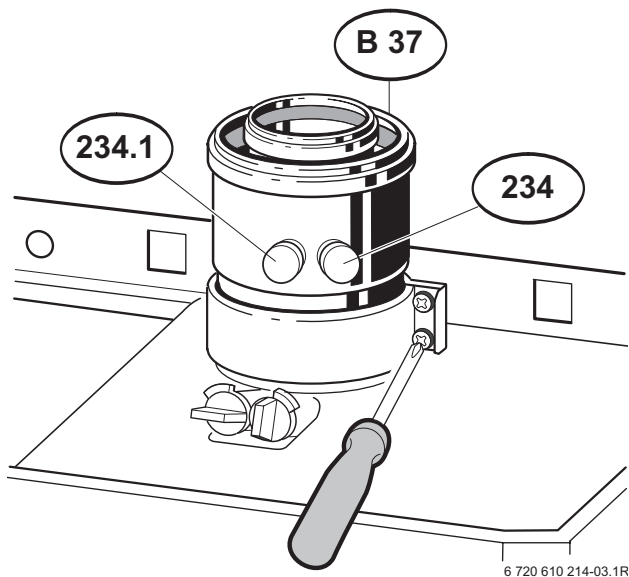

Bild 3
- ▶ Verschlusskappe am Meßstutzen für Verbrennungsluft (234.1) entfernen, Bild 3.
- ▶ Verschlusskappe am Meßstutzen für Abgas (234) entfernen, Bild 3.